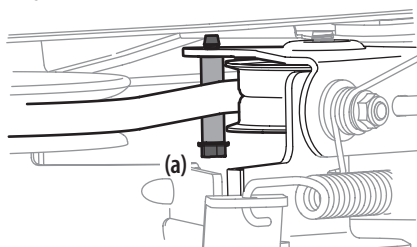

Figura 36
- Extraiga el guardacorrea (plataformas de 30" solamente) extrayendo el perno hexagonal (a) que la sujeta. Consulte la Figura 36.